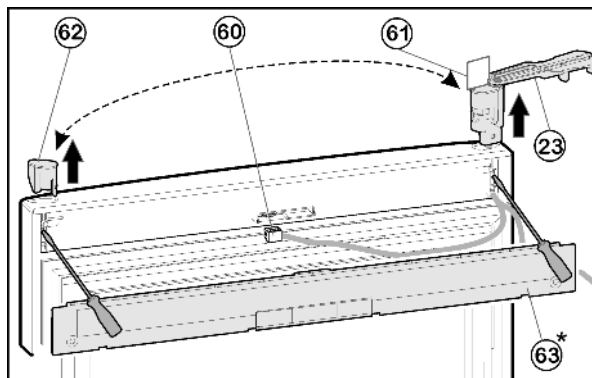

Fig. 11
- ▶ Kryt Fig. 11 (63) na dveřích vyklesněte šroubovákem.
- ▶ Konektor Fig. 11 (60) odpojte.
- ▶ Na horních dveřích otočte stojan ložiska Fig. 11 (23) ven rovnoběžně s hranou dveří.
- ▶ Stojan ložiska Fig. 11 (23) zespod vysuňte pomocí šroubováku a kompletně i s kabelem ze dveří odstraňte.
- ▶ Zátky Fig. 11 (62) vysuňte zespod pomocí šroubováku a zastrčte na druhé straně.
- ▶ Kabel stojanu ložiska Fig. 11 (23) zasuňte na protější straně a stojan ložiska nasad'te.
- ▶ Šablonu Fig. 11 (61) vytáhněte a připevněte ve stojanu ložiska.
- ▶ Zástrčku Fig. 11 (60) zapojte.
- ▶ Kryt Fig. 11 (63) na dveřích zaklesněte.